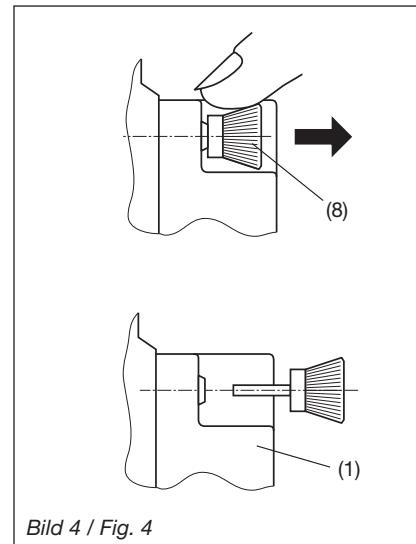

Bild 4 / Fig. 4
Zum Demontieren den gerändelten Kopf (6) der Kunststoff-Spreiznieten mit den Fingern herausziehen (Bild 4). Das Erweiterungs-Modul (1) lässt sich jetzt abnehmen.
Pour le démontage, retirer les rivets spéciaux en les tenant par leur tête moletée (6) (Fig. 4). Le module complémentaire (1) peut maintenant être débroché.
To release the module, pull out the plastic clips by the knurled knob (6) with the fingers (fig 4). The extension module (1) can now be removed.